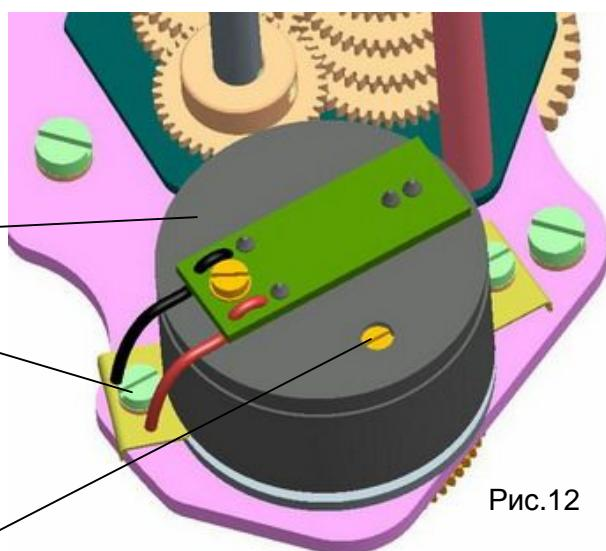

Рис.12
4.7 Установка емкостного датчика (рис.12)
С помощью триммера (97),Рис.12 можно унифицировать выходной сигнал емкостного датчика, установить его для любой величины хода , отвечающей приблизительно от 50% и до 100% максимальных рабочих оборотов на данном ступени по Таб. № 3.